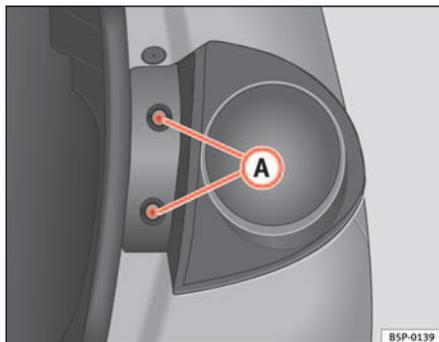

Fig. 181 Luci di posizione/arresto
- Estrarre le viti ⇒ fig. 181 **A**